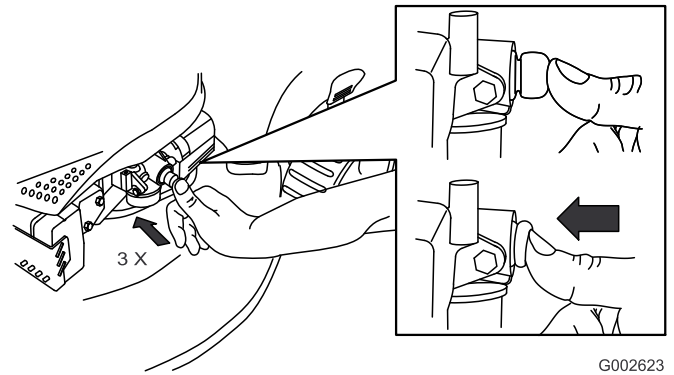

Figura 17
2. Apriete el cebador 3 veces con el dedo pulgar, presionando con fuerza, y manteniendo la presión durante un segundo antes de soltarlo (Figura 17).